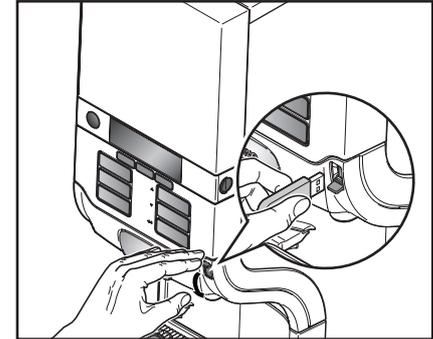

Fig. 23
- Insira a chave de desbloqueio USB na conexão USB da máquina para permitir uma tiragem temporária de bebidas. (Fig. 23)